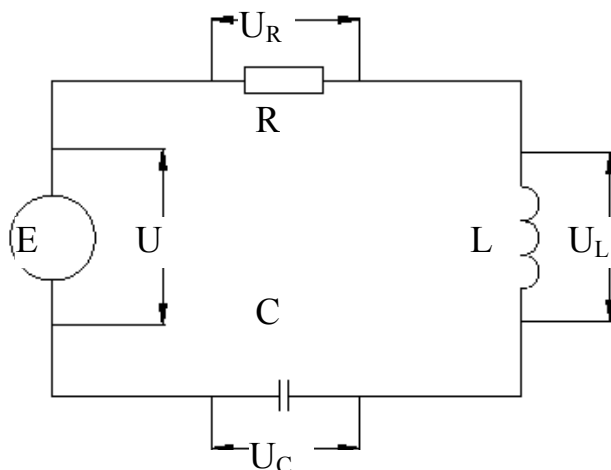

Рис. 2.10 – Схема електричного кола з послідовно з'єднаними елементами R,L,C.
**Приклад 3.** Для кола (Рис.2.10) з послідовно з'єднаними елементами  $R=22$  Ом;  $L=0,3$  Гн;  $C=75$  мкФ знайти загальний струм кола, спади напруг на кожному елементі, перевірити баланс потужності та побудувати векторну діаграму. Напруга джерела  $U=220$ В, частота струму  $f=50$  Гц.